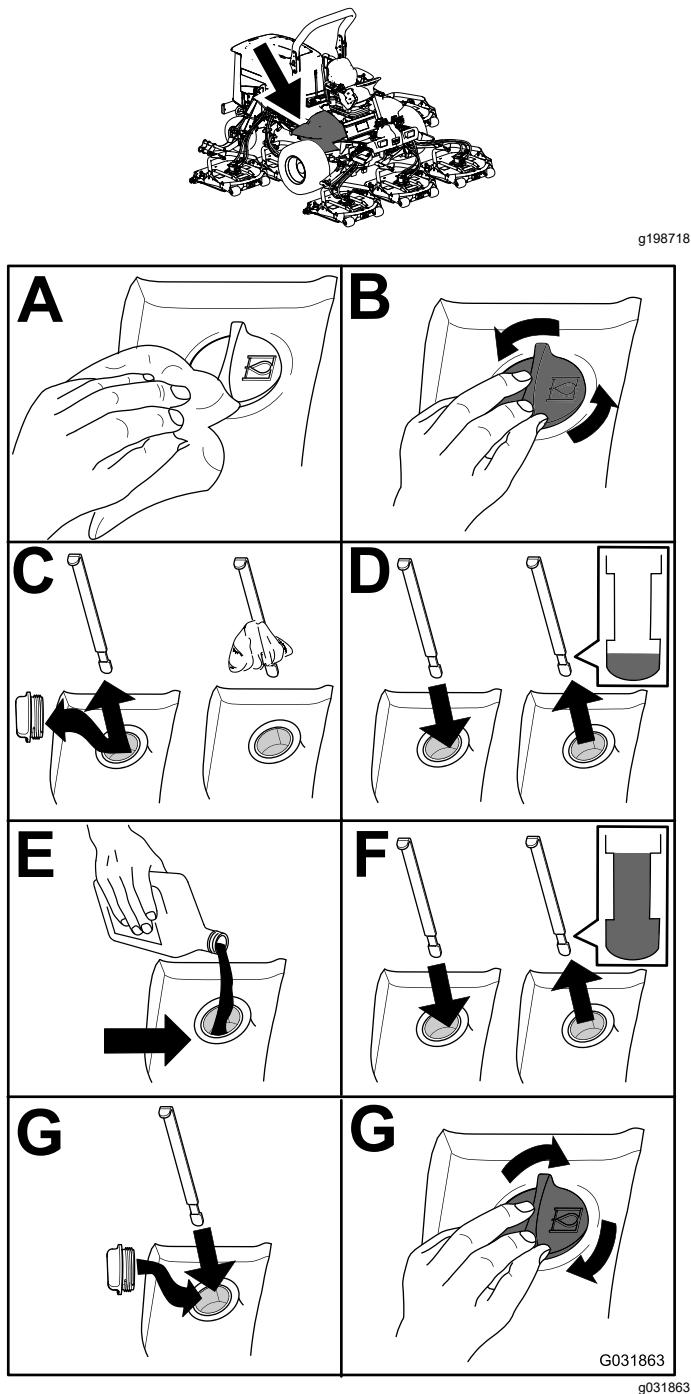

Figura 89
2. Controllate il livello del fluido idraulico (Figura 89).